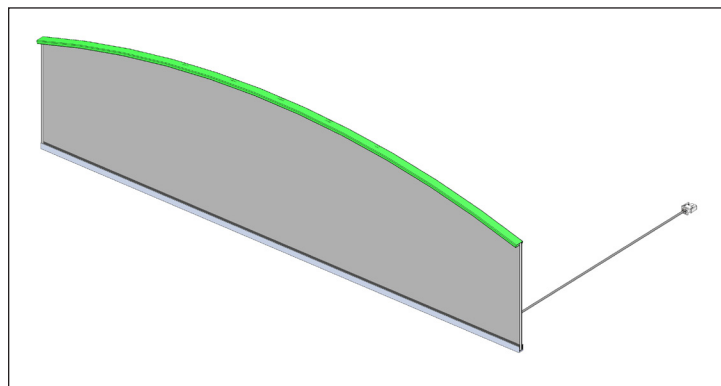

Fig. 1. Ensemble panneau de signes.
1. Localisez l'ensemble du panneau de signes (voir fig. 1). Posez délicatement l'ensemble du panneau de signes sur le haut de l'armoire.